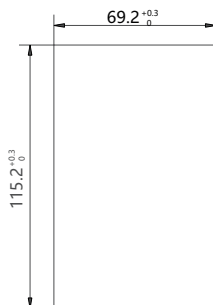

图6.1b) 操作面板安装 (柜门开孔) 尺寸
6.4.2 图6.1b)：操作面板安装（柜门开孔）尺寸图，操作面板可以直接安装在柜门门板上。